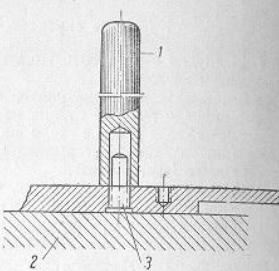

Рис. 24. Правка оси курка или оси спускового крючка:
(I) Проверить угольником перпендикулярность осей к плоскости рукоятки рамки. При изгибе осей положить рамку рукояткой на плиту, ввести погнутую ось в отверстие специальной оправки (приложение 2, рис. 69) и, нажимая рукой на верхнюю часть оправки, выпрямить ось (рис. 24).